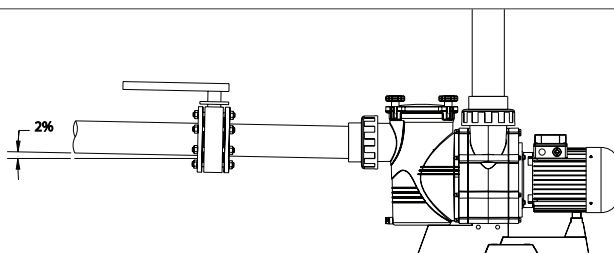

Fig. 2
- La connexion des tuyauteries doit être effectuée fileté aux bouches de la pompe (fig.2)
entièrement perpendiculaire et parfaitement centrée par rapport à la bouche à connecter, de façon à éviter que la pompe et le tuyau ne soient soumis à des efforts externes qui, indépendamment de gêner les opérations de montage, pourraient arriver à en causer la rupture. (Fig. 2)
La tuyauterie d'aspiration devra être installée en légère inclinaison (2 %) vers la pompe, ce qui permettra d'éviter la formation de sacs d'air. (Fig.2).